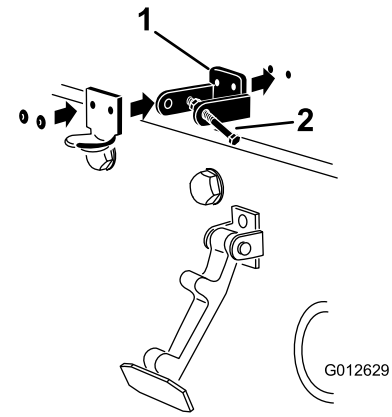

Figura 13
Nota: El cierre de seguridad debe estar en contacto directo con el capó (Figura 13). No retire el conjunto de perno y tuerca del brazo del cierre de seguridad.
5. Remache el seguro de cierre, el cerradero y las arandelas al capó (Figura 13).